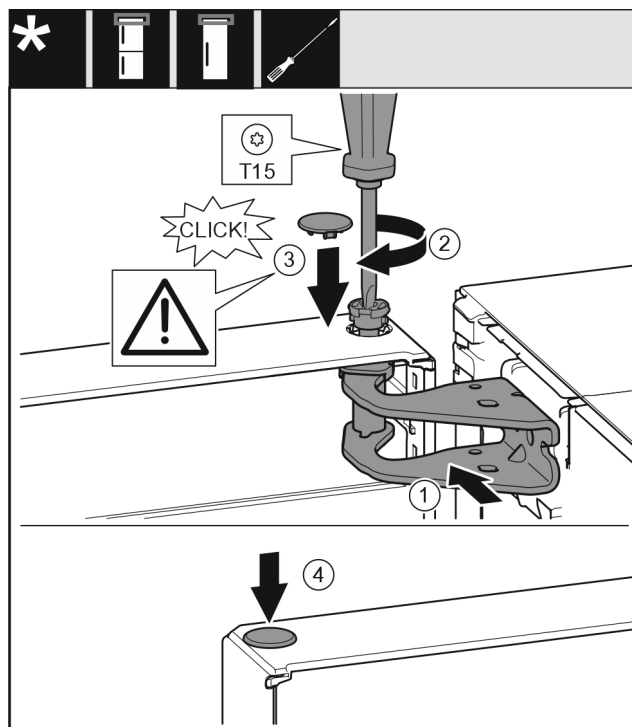

Fig. 20
- Orienter la porte en haut pour l'ouverture dans le support de palier. Fig. 20 (1)
- Poser le boulon et le visser avec un tournevis T15. Fig. 20 (2)
- Monter le cache de sécurité pour sécuriser la porte : Mettre en place le cache de sécurité et vérifier qu'il repose sur la porte. Sinon, enfoncer à fond le boulon. Fig. 20 (3)
- Mettre le bouchon en place. Fig. 20 (4)